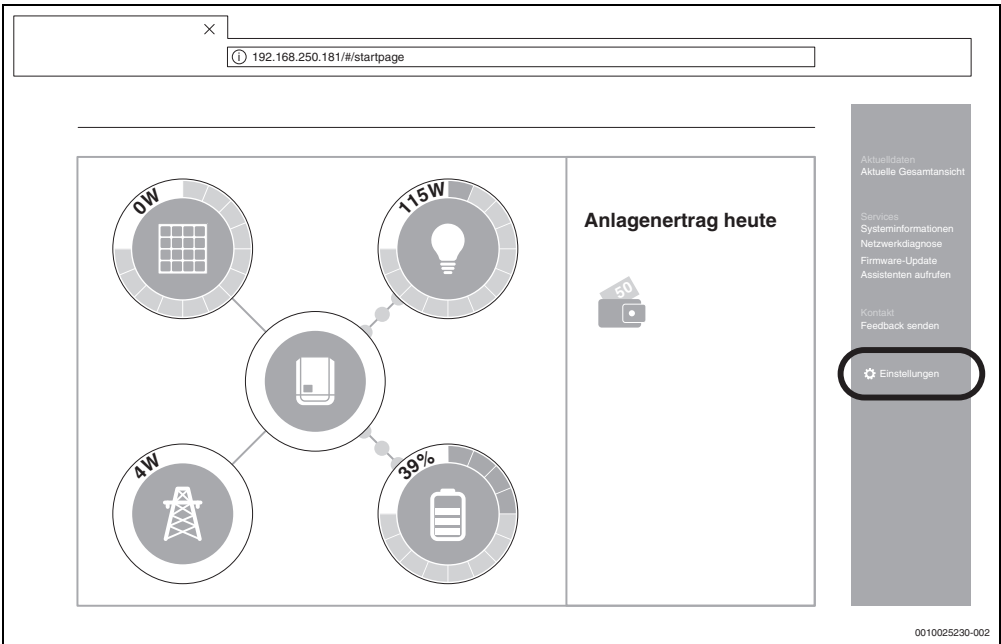

Bild 9 Datamanager (Für die Fronius Gen24 Plus-Wechselrichter kann die Darstellung in der Web-UI abweichen)
Die Komponenten sind richtig verbunden, wenn die Übersicht des Fronius Datamanagers der Anzeige in Bild 9 entspricht. Die Batterieanzeige (unten rechts) ist optional und kann je nach System entfallen.
4. Im Reiter rechts auf **Einstellungen** klicken (→ Bild 9).